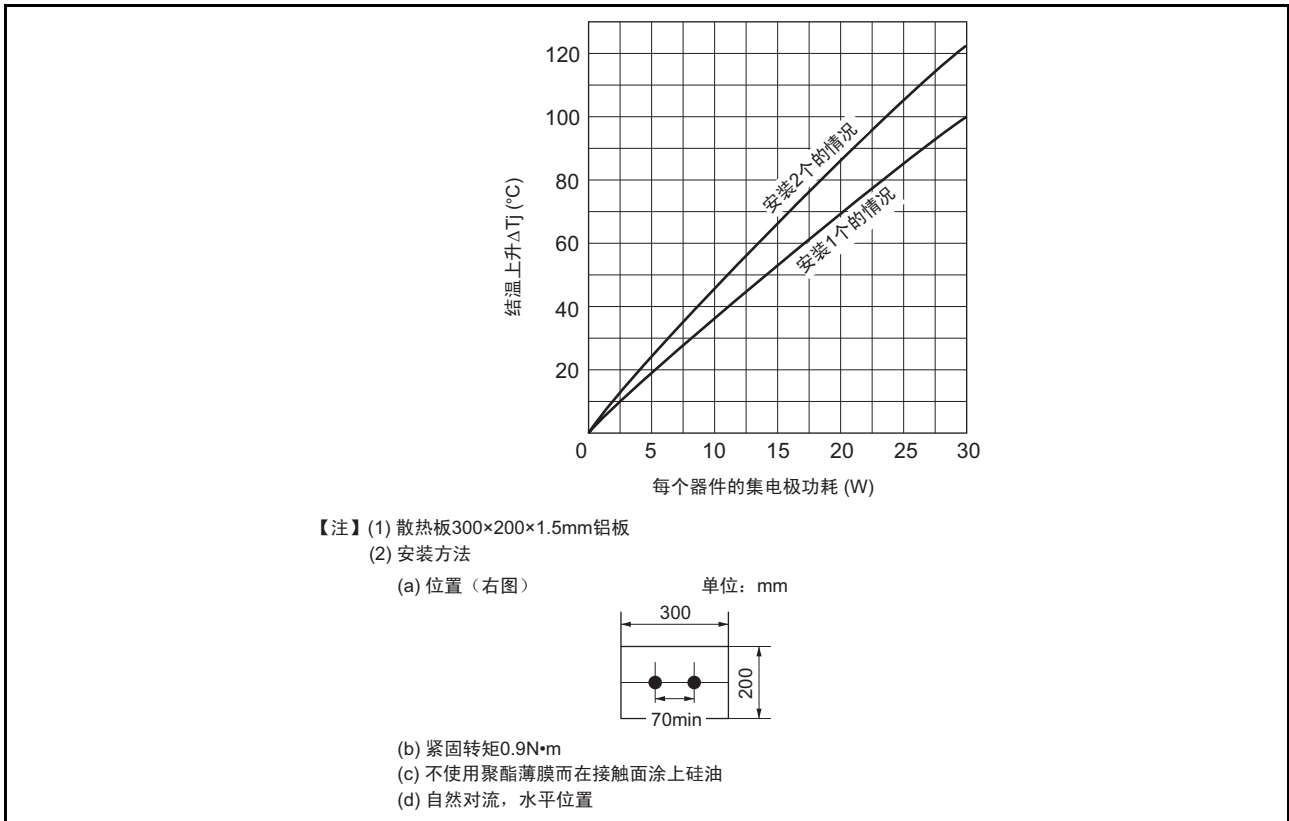

图11 1个散热板上安装2个器件的情况
(10) 关于散热板的螺孔必须注意以下几点:
(11) 关于安装散热板的其他注意事项和推荐条件
- (a) 如果在1个散热板上安装2个或2个以上的器件, 每个器件的热阻就会增大 (参照图11)。